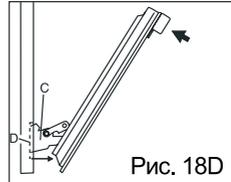

Рис. 18D
5) слегка подайте дверь внутрь, чтобы позволить петлям «С» выйти из отверстий «D» (см. рис. 18D) и потяните дверцу на себя, пока она не отсоединится от